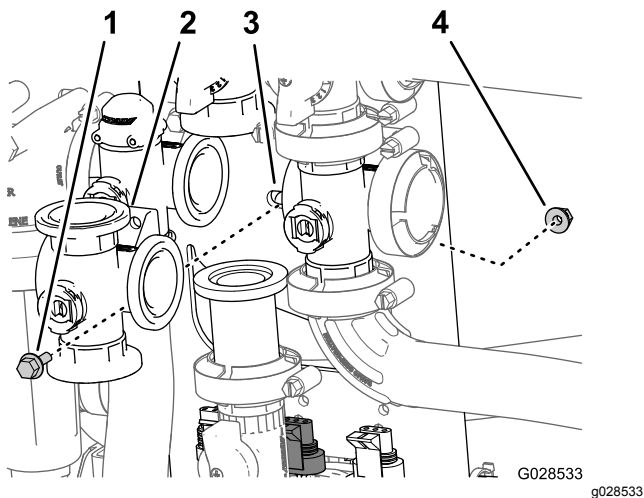

Bild 91
2. Entfernen Sie die Sicherungsbundschraube und Sicherungsbundmutter, mit denen das Rührwerkventil an der Ventilhalterung befestigt ist, und entfernen Sie den Ventilverteiler von der Maschine (**Bild 91**).